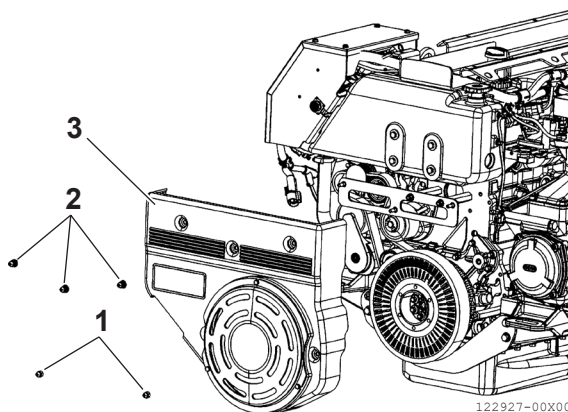

Bild 21
1. Skruva loss muttrarna (**bild 21, (1)**), (**bild 21, (2)**) och ta bort det främre skyddet (**bild 21, (3)**).